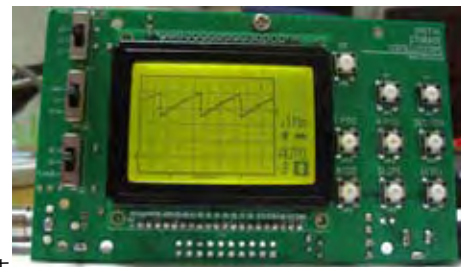

図5
- 2) プローブを図4の様に接続します。回路に電源を投入すると、図5の様な波形を観測することが出来ます。